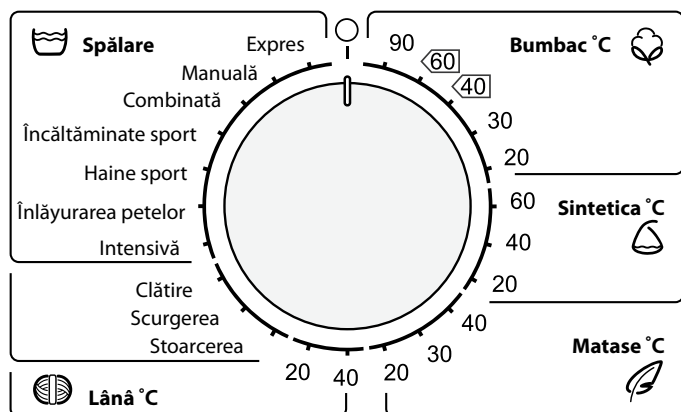

Figura 2 – Mănerul de alegere a programului de spălare
1.1.2 Selectorul este folosit pentru pornirea / oprirea mașinii și alegerea programului de spălare, în conformitate cu figura 2. În jurul selectorului sunt imprimate denumirile programelor și simbolul . Selectorul se rotește în ambele direcții (în sensul acelor de ceasornic sau în sensul contrar acelor de ceasornic), și se fixează la diviziunea corespunzătoare a programului selectat. La fixarea selectorului la simbolul mașina se oprește.
1.3.2 Pentru a porni mașina fixați selectorul în conformitate cu figura 2 la diviziunea programului de spălare necesar – se aprind indicatorii operației de spălare a programului selectat.